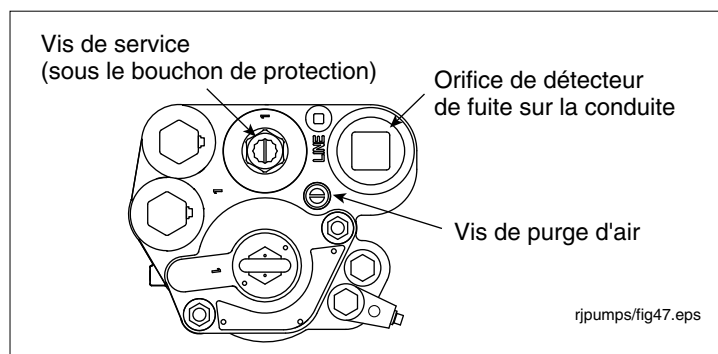

Figure 40. Localisation du bouchon d'orifice de refoulement pour le transducteur de ligne de conduite
2. Retirez et conservez le bouchon de protection au-dessus de la vis de service et vissez la vis (voir la Figure 40). Alors que la vis approche de sa position basse, vous entendez le système se dépressuriser. Continuez à tourner la vis jusqu'en butée. Une fois la vis tout en bas, dévissez-la de 4 tours pour lever le clapet antiretour et laissez le carburant se vider des cavités hydrauliques du collecteur.
- Ouvrez la vis de purge d'air de 2 à 3 tours (voir la Figure 40).